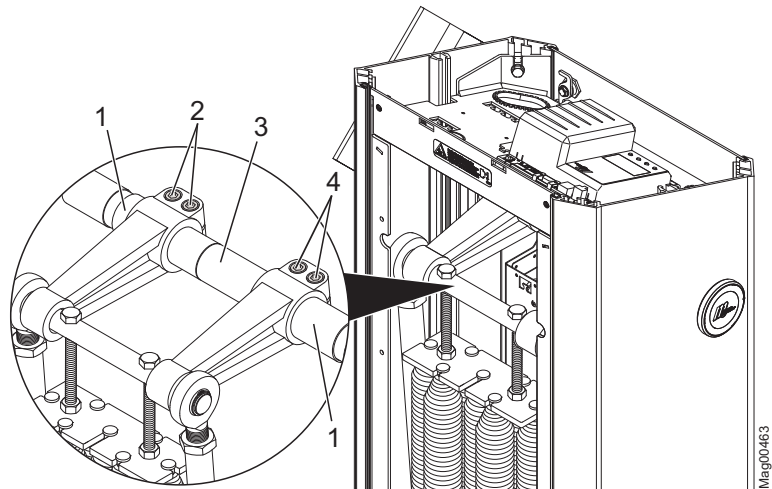

Bild 40: Lossa de inre sexkantbultarna Access XXL
- Access XXL: Se sida 81, Bild 40.